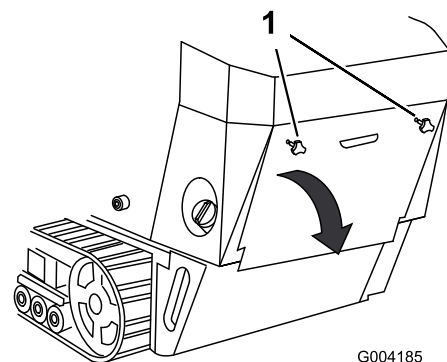

Figura 27
1. Svitare le 2 manopole che fissano il coperchio di accesso posteriore alla macchina (Figura 27).
- Inclinate il coperchio di accesso posteriore verso il basso per accedere ai componenti interni (Figura 27).